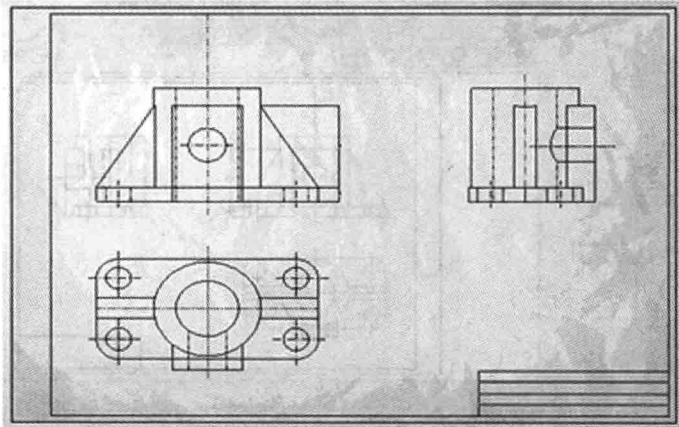

图 1-2-8
6) 在 SolidWorks 中进行适当操作，比如将部分图线改变颜色，如将中心线改为红色，添加标题栏的三根横线，相距 8mm，如图 1-2-8 所示。具体过程将在后面详细介绍。